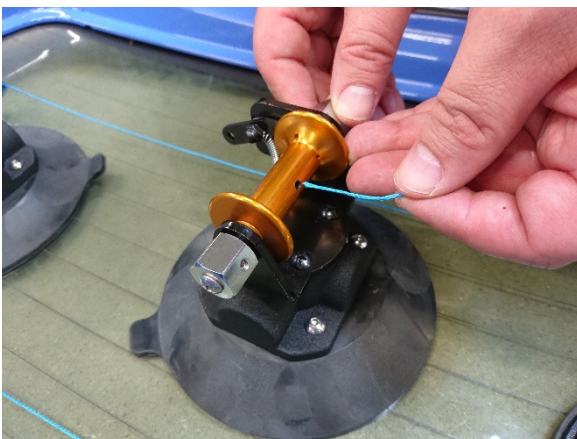

Bild 6
- (8) Das zweite Ende des Nylondrahtes wird schließlich an der Drahtzugvorrichtung befestigt (Bild 6 und 7).
- (8) La seconde extrémité du fil de nylon est finalement fixée sur le dispositif de traction du fil (figures 6 et 7).